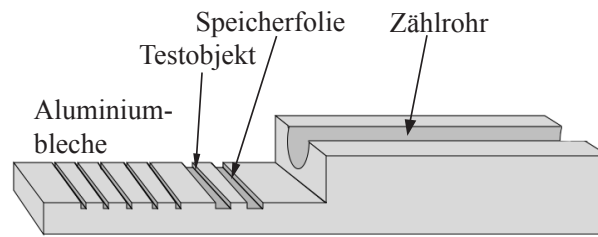

Abbildung 5.2.2: Halter für die Experimente zum Schwächungsgesetz (Zählrohr und Aluminiumbleche werden erst im nachfolgenden Experiment benutzt).
- Setzen Sie das Testobjekt in den Halter ein (Abb. 5.2.2) und die Folie unterlinehinter das Objekt so, dass die hellblaue bzw. weisse Seite der Folie zum Objekt hin eiget.²²
- Die Röntgenaufnahme soll mit einer Anodenspannung von **17 kV** und einem Emissionsstrom von **1 mA** aufgenommen werden. Stellen Sie diese Werte mit den Tastern **U** (2) und **I** (3) und dem Drehknopf (1) ein.
- Stellen Sie mithilfe des Tasters **Δt** (4) und des Drehknopfes (1) eine Belichtungszeit von **25 Sekunden** ein.
- Sie starten die Aufnahme mit dem Taster **SCAN** (8) (nicht mit dem Taster **HV!**).